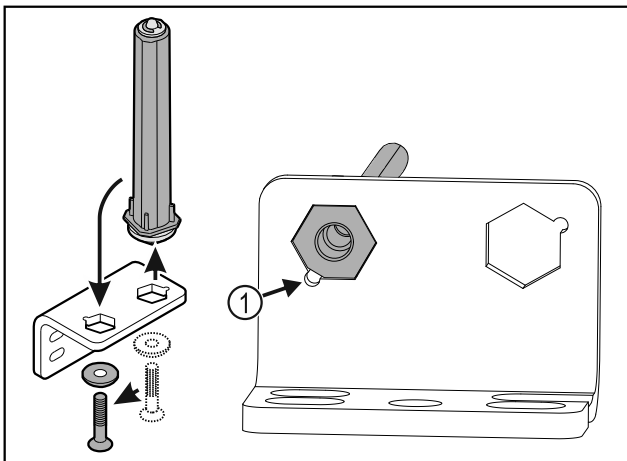

Fig. 35
- ▶ Lors de l'insertion de l'axe, veiller à ce que son chanfrein Fig. 35 (1) soit du côté du trou rond.